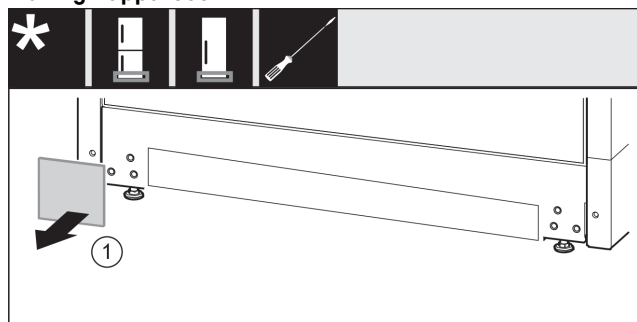

Fig. 35
- ▶ Togliere la copertura. *Fig. 35 (1)*